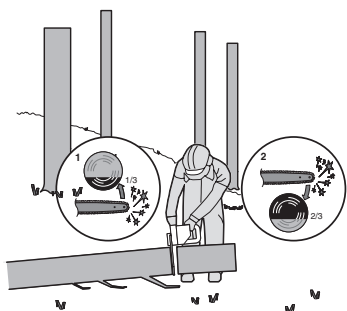

Figura 4
Quando o tronco estiver apoiado numa extremidade, conforme ilustrado na Figura 4, corte 1/3 de diâmetro da parte inferior (corte inferior) (1). De seguida, realize o corte final através do corte superior para ir ao encontro do primeiro corte (2).